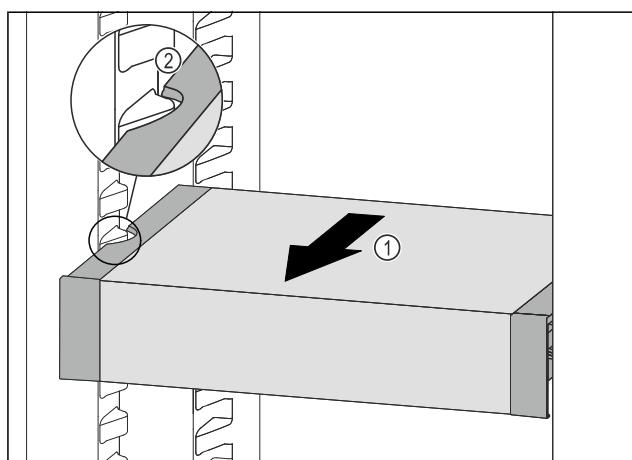

Fig. 40
- Тяните VarioSafe вперед Fig. 40 (1), пока боковые выемки VarioSafe не окажутся на высоте выступа резервуара в холодильном отделении. Fig. 40 (2)